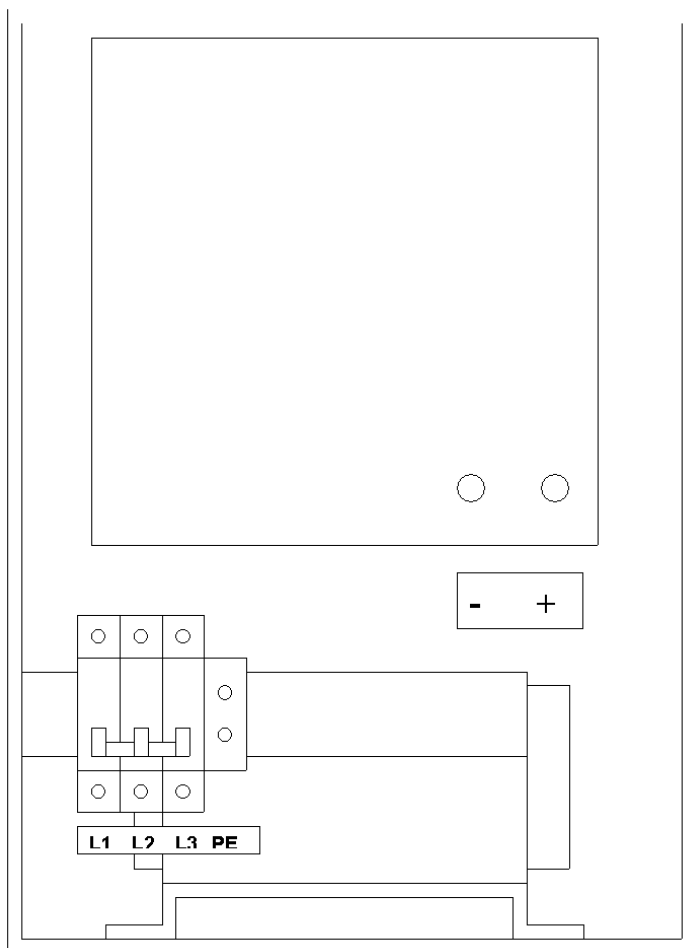

figura 4b
- ❑ Collegare il cavo giallo/verde PE (terra di protezione) della rete al connettore di ingresso in CA collocato accanto al Disgiuntore Magnetico come mostrato in figura 4b.